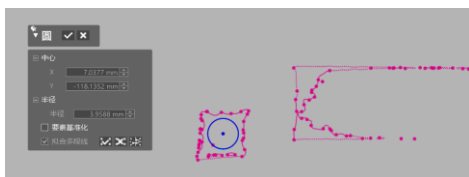

图 4.76 拟合圆
18) 点击圆  按钮，拟合出圆，如图 4.76 所示，点击退出  按钮退出草图环境。